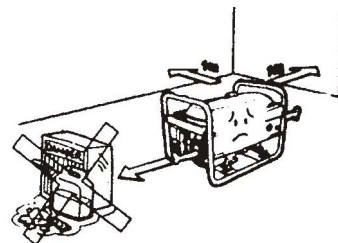

Figura 4
6.4 Mantenha os materiais inflamáveis a pelo menos 1 metro de distância da unidade (Figura 4)